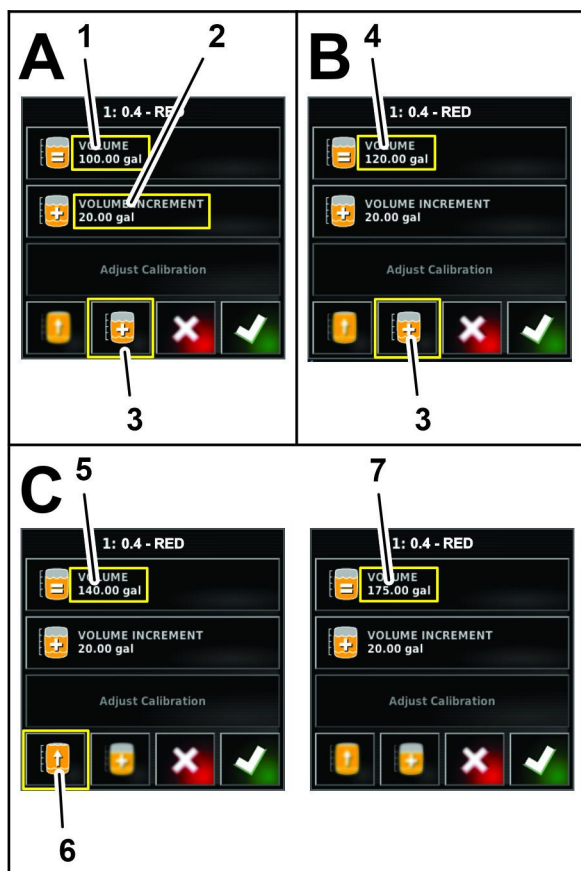

図 127
4. 薬剤を後からタンクに投入する場合には、容量追加アイコン図 127を押します。
5. テンキーを使って薬剤などタンク内の水に追加するものの増加分を入力し、承認アイコンを押します図 127。
6. 薬剤を後からタンクに投入する場合には、タンク内にその薬剤を投入したら、薬剤追加投入量アイコンを押します図 127。